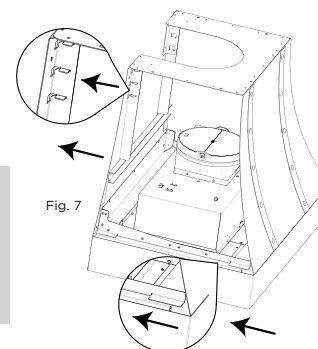

Fig. 7
14. Levante la Oristano a la altura de la campana y deslícela hacia atrás de manera recta en dirección a la pared hasta el fondo. (Fig. 7)
NOTA: Asegúrese de que la pestaña de la Oristano entre en la ranura del soporte horizontal, y empuje hasta el fondo para que ensamblen las pestañas de la Oristano a la pared. (Fig. 7)